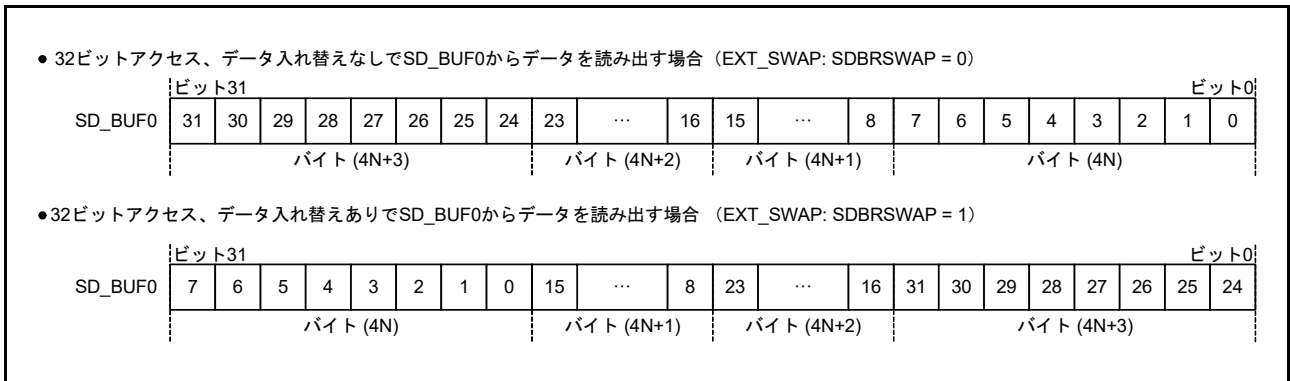

図 39.5 SD_BUF0 からの読み出し
3. SD_BUF に格納されたデータが SD_BUF0 から読み出される (図 39.5 を参照)。
SD_BUF0 にアクセスするときは、SDnDAT の転送順と SD_BUF の格納順に注意してください。必用に応じて、SD_BUF0 の読み出し / 書き込みデータのバイトエンディアンを SDSWAP レジスタで変更できます。図 39.5 を参照してください。